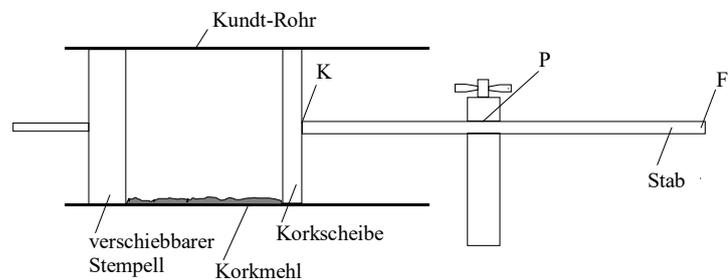

Abb.2: Versuchsaufbau Schallwellen im Feststoff
Als Schallquelle dient ein Metallstab (Abb.2), der in der Mitte (P) fest eingespannt ist. Am freien Ende (F) wird eine Schwingung erzeugt. Das andere Ende (K) trägt eine Korkscheibe, die in das Kundt-Rohr hineinragt.